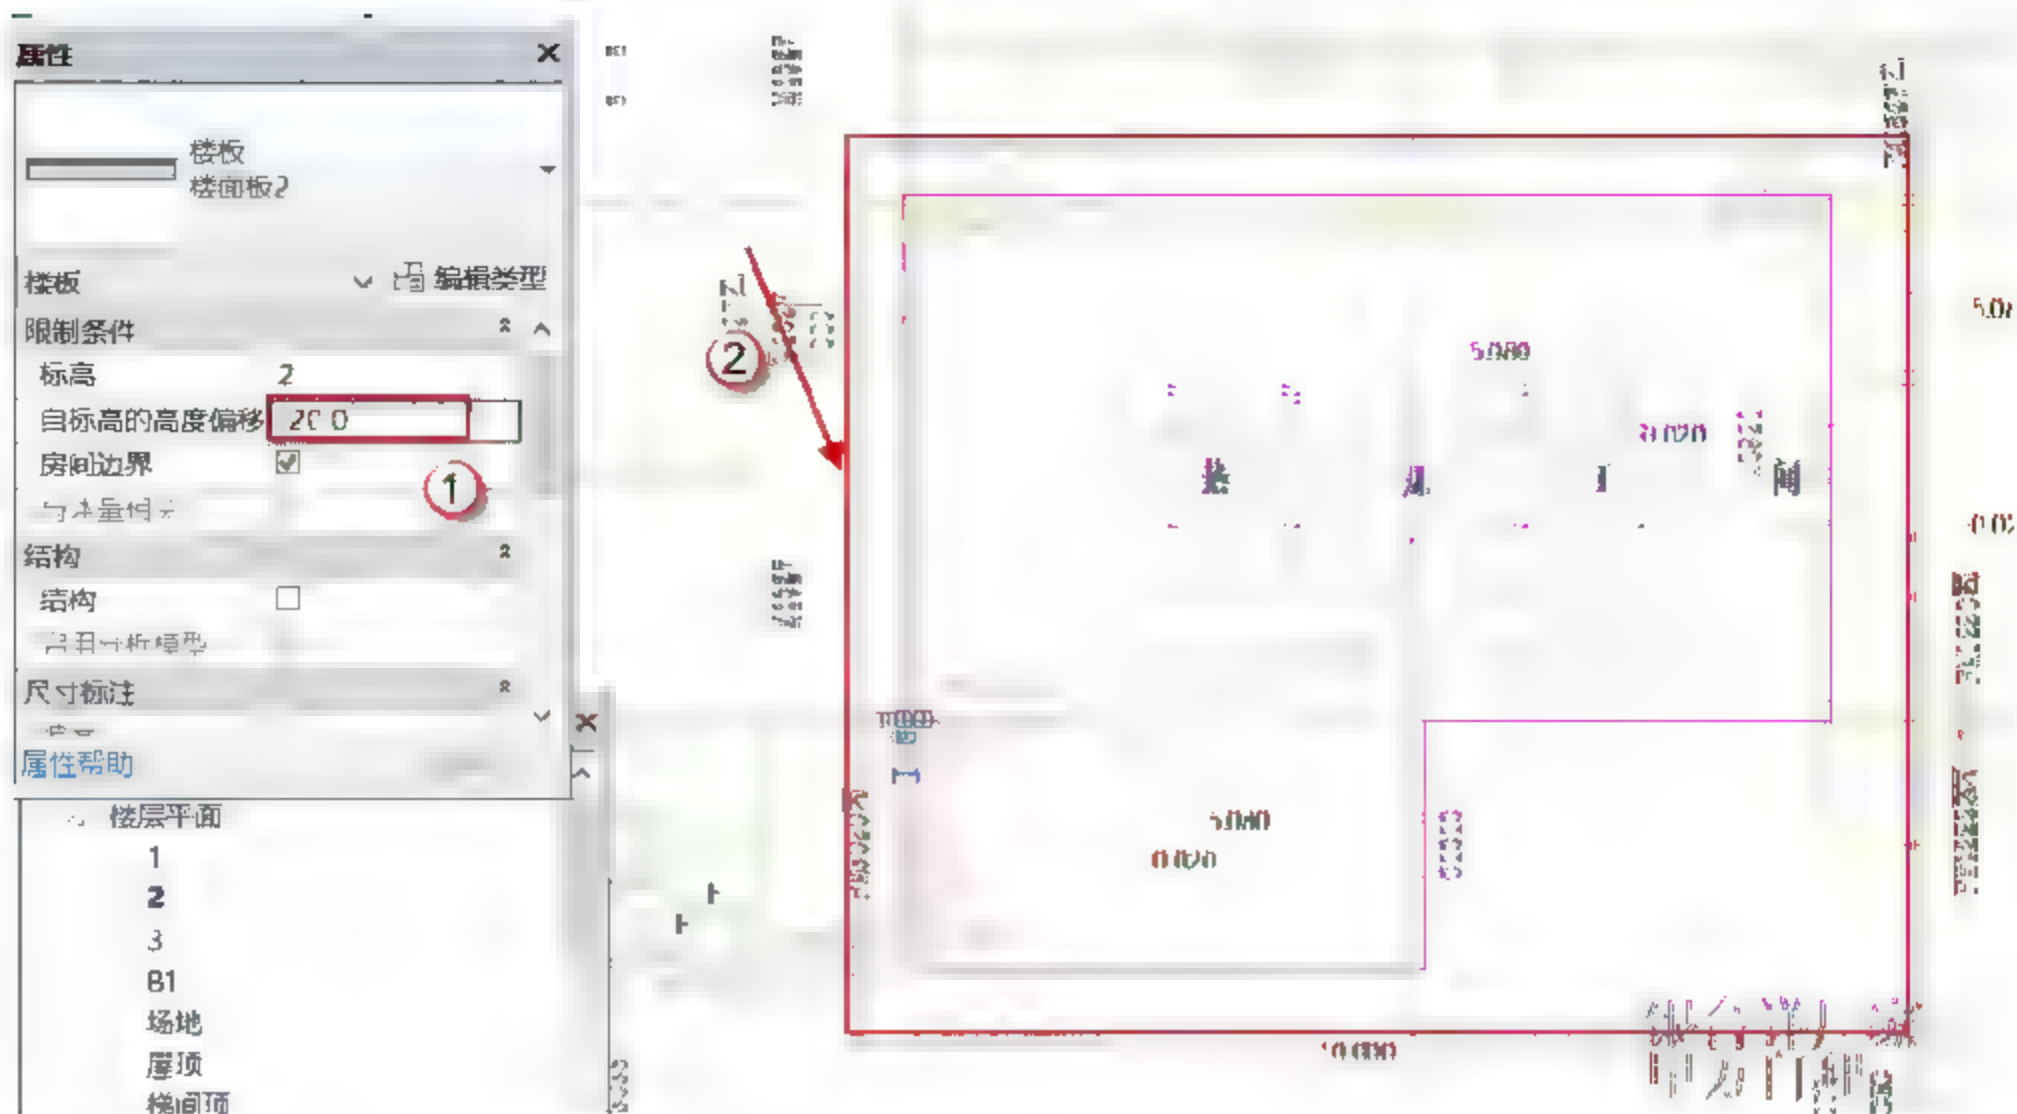

图 11.1.38 绘制部分标高偏移为“-20”的二层“楼面板 2”
(4) 1 轴到 4 轴与 F 轴到 D 轴之间标高为“20”的“楼面板 2”的绘制。选择“建筑”→“楼板”→“建筑楼板”→“楼面板 2”命令，标高为“2”层，将标高改为“20”，选用“直线”工具绘制，绘制路径如图 11.1.38 所示，绘制完成后，单击模式选项面板的√按钮，完成楼面板 2 的部分绘制。